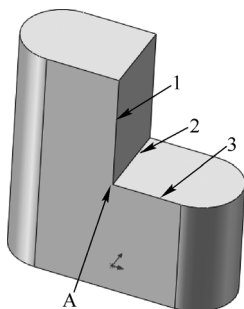
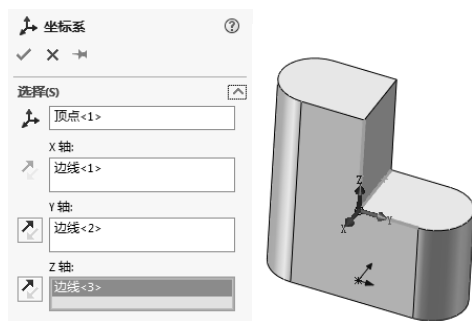

图 4-37 打开的文件实体
图 4-38 “坐标系”属性管理器
2) 设置属性管理器。在（原点）选项中，选择图 4-37 所示的点 A；在“X 轴”列表框中，选择图 4-37 所示的边线 1；在“Y 轴”列表框中，选择图 4-37 所示的边线 2；在“Z 轴”列表框中，选择图 4-37 所示的边线 3。“坐标系”属性管理器设置如图 4-38 所示。